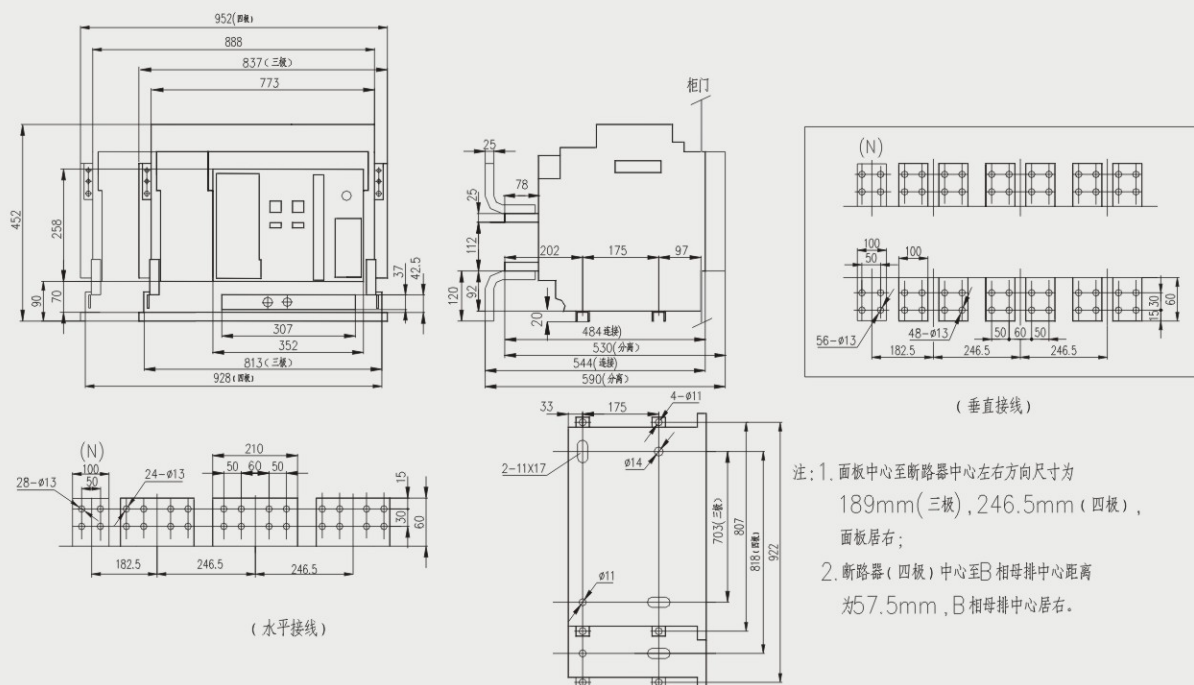

图16 抽屉式断路器安装尺寸及外形尺寸 (HSW3-6300、6300/4 In=4000A、5000A)
6.5 HSW3-6300断路器安装尺寸，外形尺寸见图16、17、18